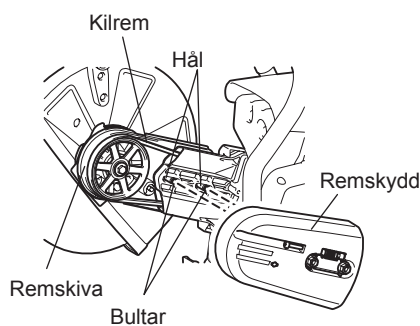

Fig. 6
- (6) Vänd på den borttagna kaptillsatsen, passera bulten genom hålet och montera den på nytt i riktning B. Montera kilremmen på drivremmen igen. (Fig. 6)